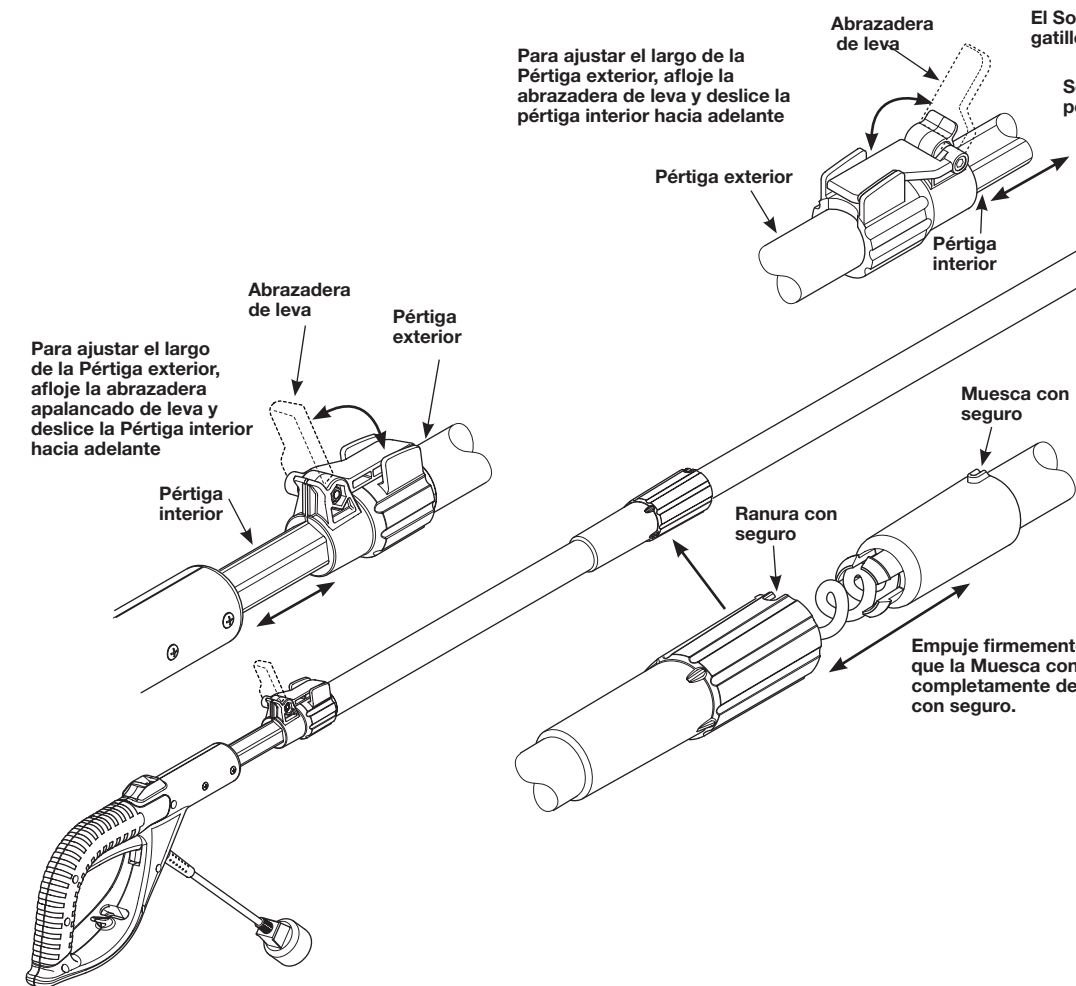

Fig. 4A Instrucciones de ensamblaje de la sierra de pértiga Remington RM1015SPS
1. Despliegue el ensamblaje de la pértiga telescópica de modo que quede horizontal, como se muestra (Fig. 4A).